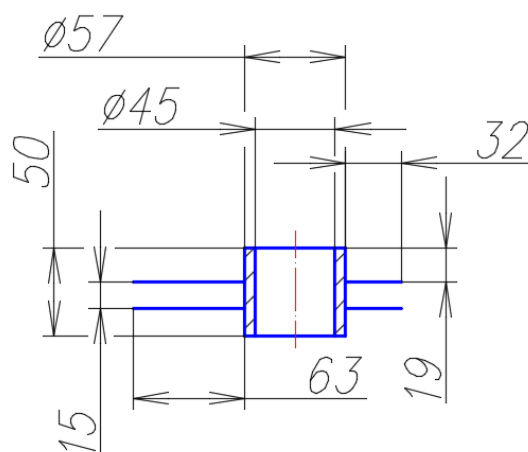

Рис. 100. Стакан оросителя
5.5. Выполнить стакан оросителя по заданным размерам (см. рис. 100). Создать штриховку: стенки стакана – тип штриховки ANSI31, масштаб 3, угол 0.